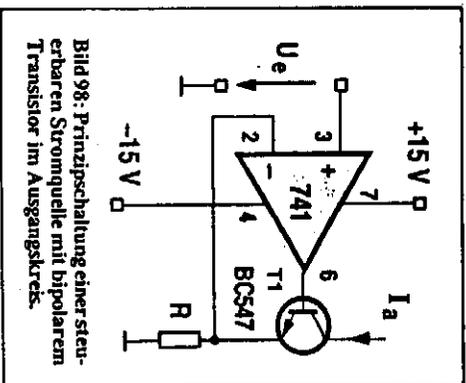

Bild 98: Prinzipschaltung einer steuerbaren Stromquelle mit bipolarem Transistor im Ausgangskreis.
■ Eine solche Prinzipschaltung zeigt Bild 98: Systembedingt sorgt der OpAmp dafür, daß die Spannung an seinen beiden Eingängen gleich ist; das schafft er nur, wenn der Emittierstrom an R denselben Spannungsabfall hervorruft wie er durch die Steuerspannung  $U_e$  vorgegeben wird. Weil Kollektor- und Emittierstrom (fast) gleich sind, läßt sich der Konstantstrom  $I_a$  über  $U_e$  beeinflussen. Da der Emittierstrom in Wirklichkeit aber um den Basisstrom größer ist als der Kollektorstrom, entsteht ein Fehler in der Größenordnung der Gleichstromverstärkung (0,5... 1%), der reduziert sich bei Verwendung eines Darlington-Transistors (Bild 99).